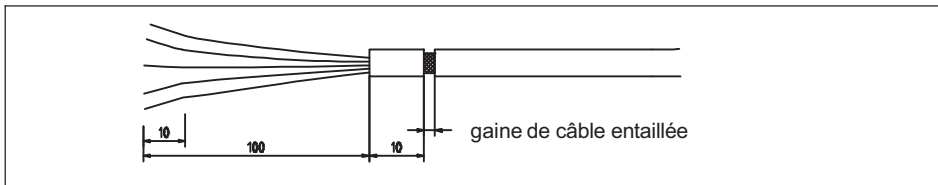

Fig. 4.2 Gaine de câble entaillée
1. Le blindage est accessible par une gaine de câble entaillée (cf. Fig. 4.2).